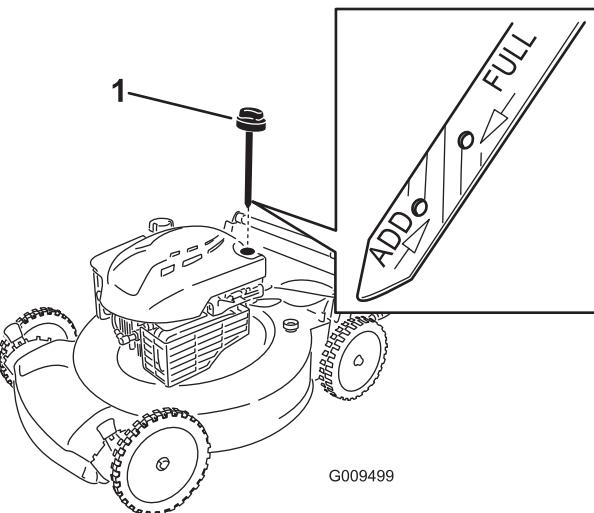

Figure 25
- Observez le niveau d'huile indiqué par la jauge (Figure 25).
- Retirez la jauge (Figure 25).